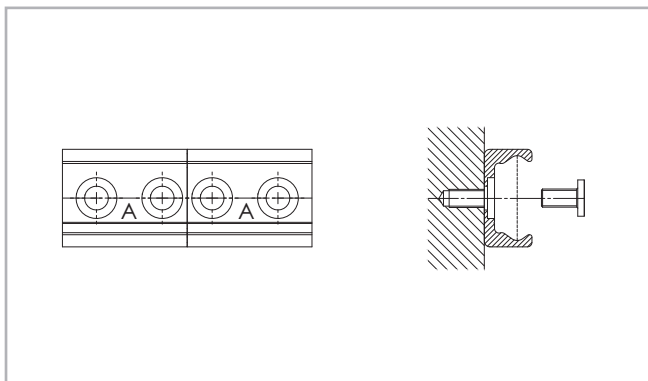

Рис. 117
(1) предварительно прикрепить сегменты составной направляющей к несущей поверхности, ввернув в отверстия все крепёжные винты, кроме самых крайних винтов, наиболее приближённых к участкам стыковки сегментов друг с другом, и лишь слегка притянув эти сегменты к поверхности ввёрнутыми винтами;
(2) ввернуть эти крайние крепёжные винты без их затяжки (см. Рис. 117);
(3) установить на участок стыковки соединительное устройство, и равномерно затягивать его регулировочные винты до тех пор, пока не будет достигнута точная относительная приводка рабочих поверхностей обоих совмещаемых сегментов составной направляющей;
(4) завершив вышеуказанный процесс регулировки стыкуемых сегмента по положению, обязательно убедиться, что и после регулировки оба сегмента равномерно прилегают к несущей поверхности. В случае, если между сегментами и несущей поверхностью образовались зазоры, в них следует установить жёсткие прокладки;
(5) чрезвычайно важно, чтобы на участке стыковки сегментов направляющие были жёстко прикреплены к несущей конструкции! В случае их неплотного прилегания, после взаимной приводки, непосредственно к несущей поверхности их обязательно следует прикрепить к этой поверхности через жёсткие прокладки!
(6) ввести ключ через предусмотренные в соединительном устройстве отверстия, и надёжно затянуть винты, приближённые к участкам стыковки отрегулированных сегментов;
(7) если остальные крепёжные отверстия, предусмотренные в отрегулированных сегментах составной направляющей, представляют собой отверстия с зенковкой типа "V", затянуть оставшиеся крепёжные винты номинальным усилием затяжки поочерёдно, начиная с наиболее приближённых к участкам стыковки и перемещаясь по направлению к серединам сегментов. Если же остальные крепёжные отверстия, предусмотренные в отрегулированных сегментах составной направляющей, представляют собой отверстия с цилиндрической зенковкой, то в процессе затяжки винтов следует принимать дополнительные меры по точному выставлению всех участков сегмента по положению, приводившиеся в разделе "монтаж одиночной направляющей" применительно к направляющим с цилиндрической зенковкой отверстий;
(8) удалить с участка стыковки соединительное устройство.